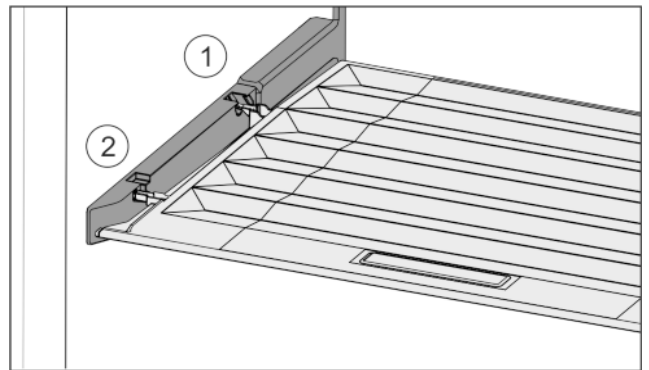

Fig. 30
- Introduceți nervura capacului prin orificiul suportului posterior Fig. 30 (1) și înclichetați-l în față în suport Fig. 30 (2).